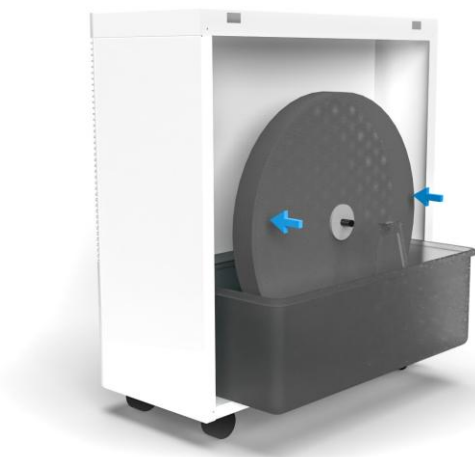

Abb. 4.2.7: Verdunstfilterscheibe und Wassertank in das Gerät einsetzen
6. Verdunstfilterscheibe einsetzen (☞ siehe „Abb. 4.2.7“ auf Seite 22).
8. Verdunstfilterscheibe in den Wassertank setzen (Abb. 4.2.7) und Elektrodenstäbe nach unten klappen.